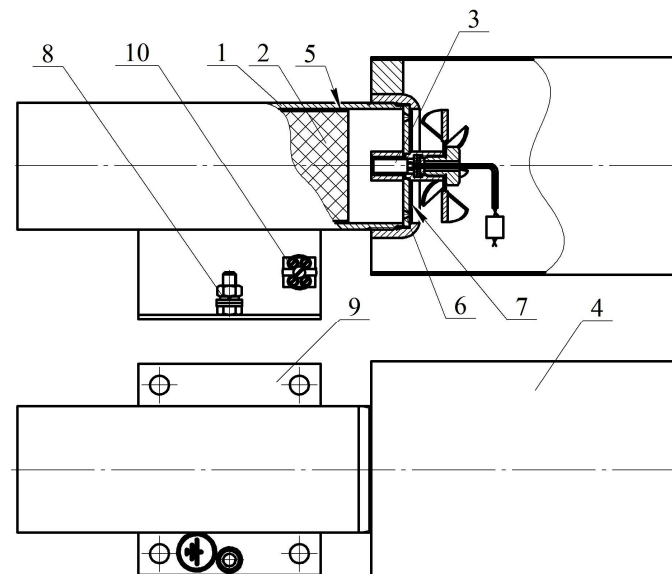

Рисунок 1
4.1.1 ГОА (см. рисунок 1) состоит из корпуса 1, в котором размещены аэрозолеобразующий заряд 2 с элементом электропусковым 3, и эжектора 4. Аэрозолеобразующий заряд 2 отделен от корпуса 1 теплозащитным покрытием 5. В диске 6 выполнены сопловые отверстия, предназначенные для выхода огнетушащего аэрозоля вовнутрь эжектора 4. Сопловые отверстия заглушены самоклеющейся пленкой ПВХ 7. Генератор имеет заземляющий зажим 8. Со стороны боковой части корпуса 1 ГОА снабжен опорой 9, предназначенной для крепления генератора к любой несущей поверхности (стена, потолок, пол и т.п.). Для соединения проводов элемента электропускового 3 с пусковой цепью установки пожаротушения на опоре 9 закреплен зажим контактный винтовой 10.